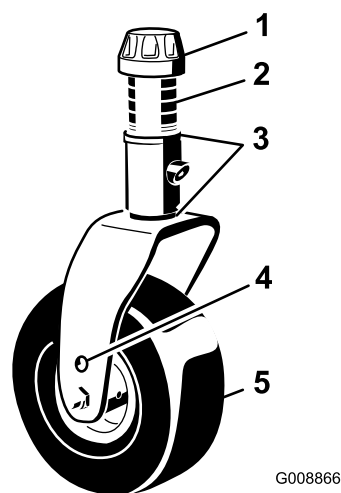
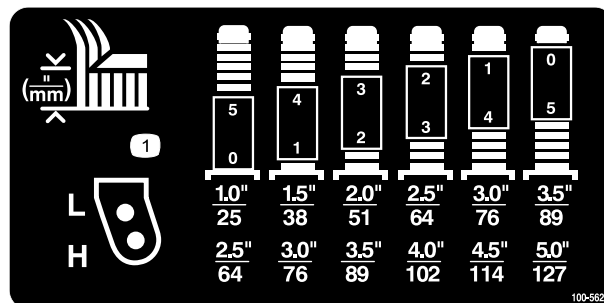

Figure 6
Figure 7
2. Placez les essieux des roues pivotantes dans les mêmes trous sur les deux fourches. Pour choisir les trous corrects pour la hauteur de coupe requise, reportez-vous à la Figure 6 et la Figure 7.
3. Enlevez le chapeau de tension de l'axe de pivot (Figure 6) et sortez l'axe du bras pivotant. Remplacez les 2 cales (3 mm) sur l'axe de pivot dans leur position d'origine. Elles sont requises pour que les plateaux de coupe soient parfaitement de niveau sur toute la largeur. Placez le nombre requis d'entretoises de 13 mm sur l'axe de pivot pour obtenir la hauteur de coupe voulue, puis ajoutez la rondelle.
Pour déterminer les combinaisons d'entretoises requises pour les différentes hauteurs de coupe, reportez-vous à la Figure 7.